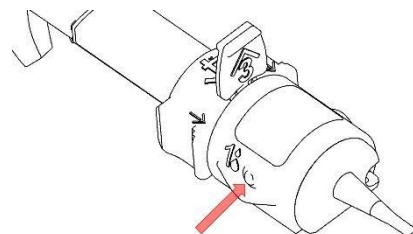

Fig. 1
3. Führen Sie die Kanüle (23-27G) einer mit viskoelastischem Material gefüllten Spritze vollständig in die kleine Öffnung (siehe "1" in Fig. 1) ein und behalten Sie einen leichten Druck auf die Kanülenspitze bei. **Injizieren Sie das viskoelastische Material durch die Öffnung. Die injizierte Menge an Visko ist ausreichend, sobald die Optik der IOL mit viskoelastischem Material bedeckt ist.**